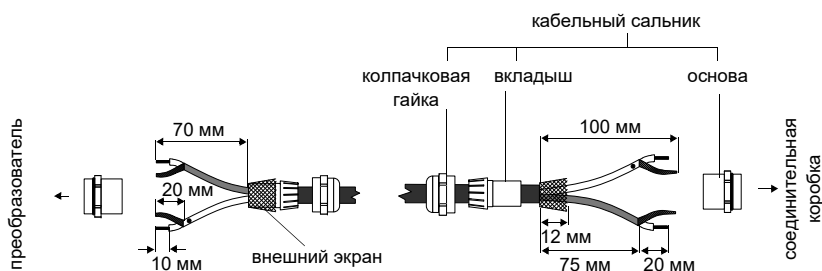

Рис. 6.3: Разделка удлинительного кабеля
- Откройте кабельный сальник. Вкладыш остается в колпачковой гайке (смотри Рис. 6.3).
- Зафиксируйте кабельный сальник, прикрутив колпачковую гайку к основе (смотри Рис. 6.3).